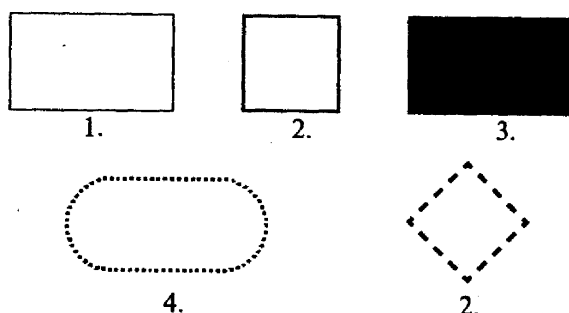

Рис.4 Образцы прямоугольников
7. Самостоятельно нарисуйте третий прямоугольник с рис. 4. Его правый верхний угол должен совпасть с началом координат, ширина 7 см, высота 4 см. Затем, используя команду Элемент ==> Фон и линия, придайте ему соответствующий вид.